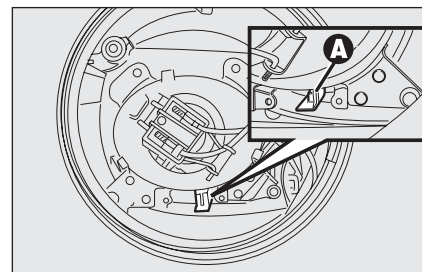

fig. 84
- ☐ move lever **A**-fig. 84 aside.